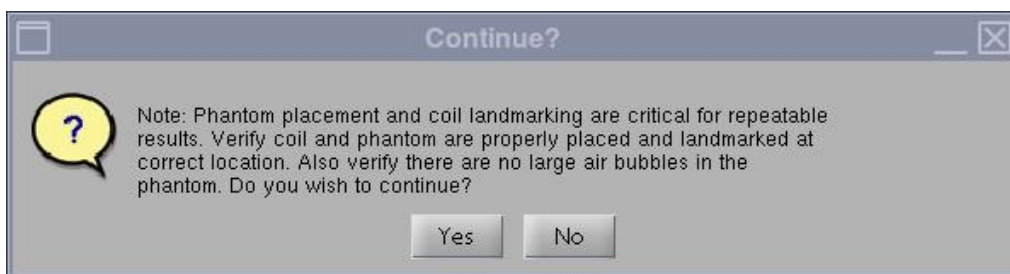

Рисунок 4
3. Після запуску з'явиться повідомлення "Phantom placement and coil landmarking are critical for repeatable results" (Розташування фантома та орієнтація котушки є критично важливими для отримання достовірних результатів). Якщо орієнтування було виконано належним чином і у фантомі відсутні повітряні бульбашки, натисніть **[Yes]** (Так) для продовження. (Рисунок 4).